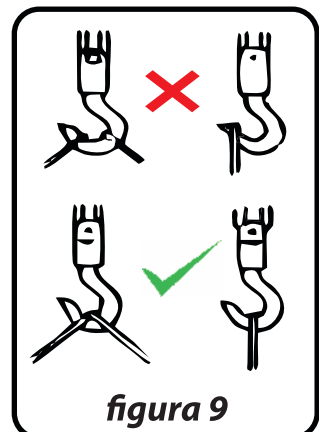

figura 9
- Nunca colocar la carga en la punta del gancho, esta recomendación debe ser aplicada también para el gancho superior (figura 9).